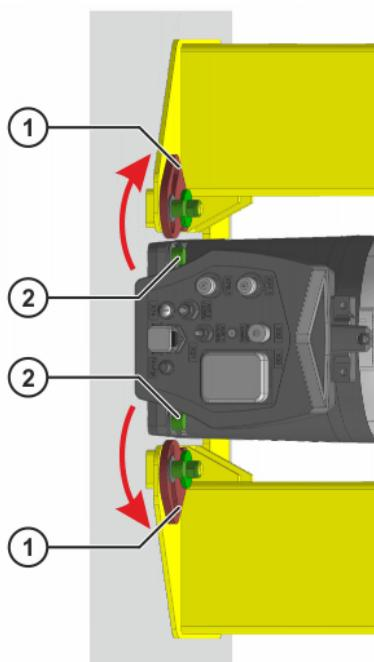

Abb. 8-17: Schwenkhalter nach außen drehen
16. Schwenkhalter nach außen drehen (>>> Abb. 8-17).